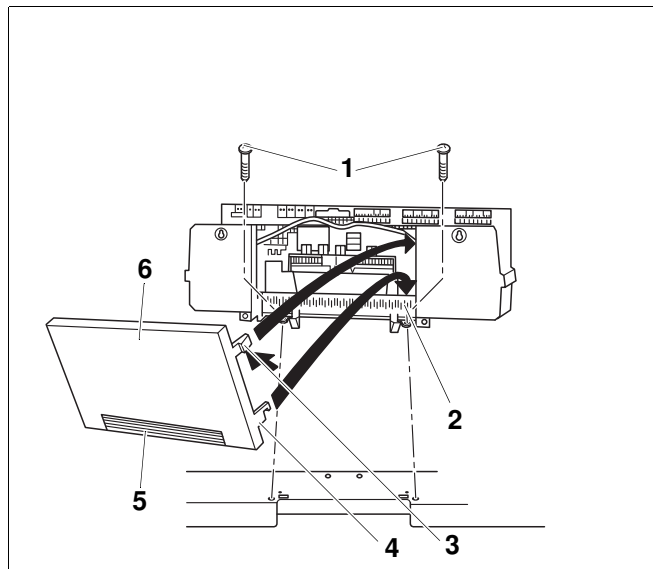

Рис. 15 Крепление системы управления Logamatic 4000
- Только для системы управления Logamatic 4000: снять заднюю стенку (Рис. 15, стр. 34, **поз. 6**).
При необходимости можно выломать или вырезать заглушку (Рис. 15, поз. 5) на задней стенке (Рис. 15, поз. 6).
- Вставить оба нижних крюка (Рис. 15, поз. 4) справа и слева на задней стенке (Рис. 15, поз. 6) шлицем в верхнюю кромку гнезда рамки (Рис. 15, поз. 2).
- Слегка нажать верхние эластичные крюки (Рис. 15, поз. 3) внутрь (по стрелке) и вставить заднюю стенку (Рис. 15, поз. 6) так, чтобы оба крюка защелкнулись.